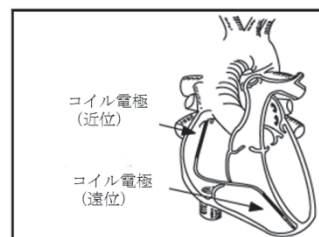

図5: 推奨されるコイル電極の位置
- ① 通常、以下のいずれかの方法でリードを挿入する。
- ② 適切な手術器具を用いて選択した静脈に分離切開を加える。ベインピックの先端を切開部から静脈内へ挿入する。リードを挿入する方向にベインピックを向け、ベインピックを軽く持ち上げ斜めに傾ける。リードをベインピックの下にくぐらせて、静脈に挿入する。
- ① スクリューが格納されていることを確認する。
- ② リードの位置決めをしている間、チップの剛性を最小にするため、スタイレットをリードの先端部から部分的に抜いておく。
- ③ リードのチップ部が右心室心尖部の健全な心筋に達するまでエックス線透視下でリードを進める。
- ④ 遠位コイル電極が右心室の三尖弁より下方に、近位コイル電極は上大静脈の右心房上方に位置していることをエックス線透視下で確認する(図5)。